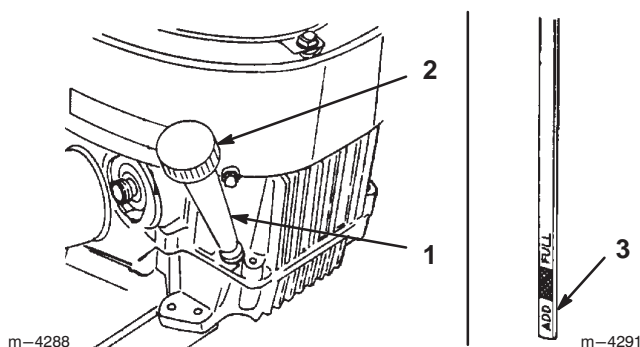

Figure 17
2. Nettoyez la surface autour de la jauge d'huile (Fig. 17) pour éviter que des impuretés ne s'introduisent dans le goulot de remplissage, ce qui risquerait d'endommager le moteur.
3. Dévissez la jauge d'huile et essuyez soigneusement l'extrémité métallique (Fig. 17).
4. Remettez la jauge complètement dans le tube de remplissage sans la visser (Fig. 17). Sortez de nouveau la jauge et examinez l'extrémité métallique. Si le niveau d'huile est bas, versez lentement une quantité d'huile suffisante dans le goulot de remplissage pour amener le niveau au repère du plein (FULL) sur la jauge.
8. Nettoyez la surface autour de la jauge d'huile et dévissez le bouchon (Fig. 17).
9. Versez lentement environ 80% de la quantité d'huile spécifiée dans le goulot de remplissage (Fig. 17) (voir Changement de l'huile moteur et du filtre, page 24).